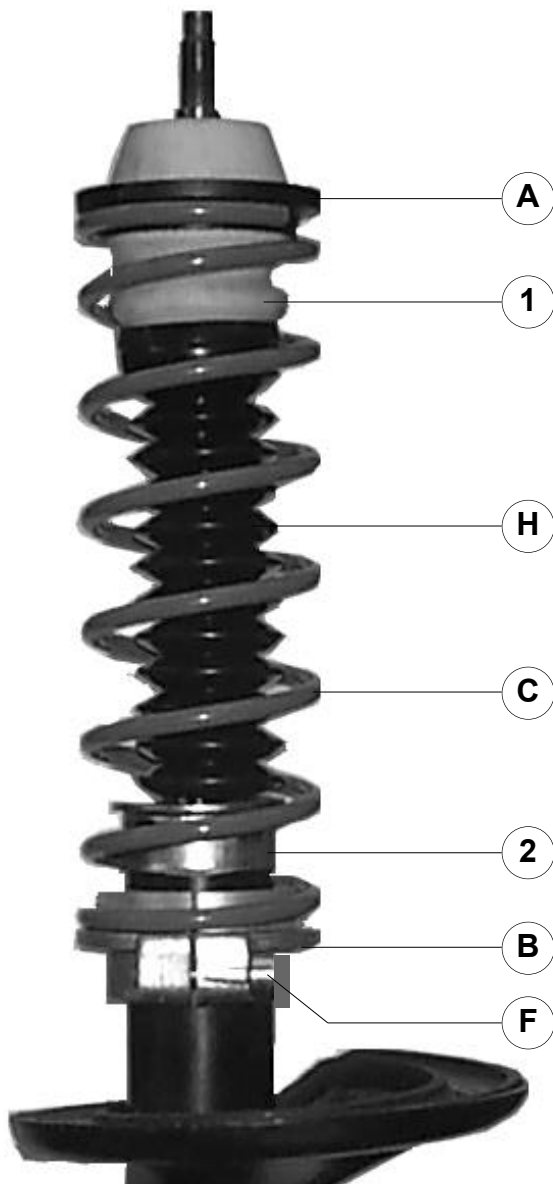

fig.1
4. Monteer veerschotel **B** op de schokdemperbuis, op **5mm** onder ring **2**. De bouten **F** naar de buitenzijde van de auto, zie fig.1. Bouten **F** vastzetten met **10 Nm**.